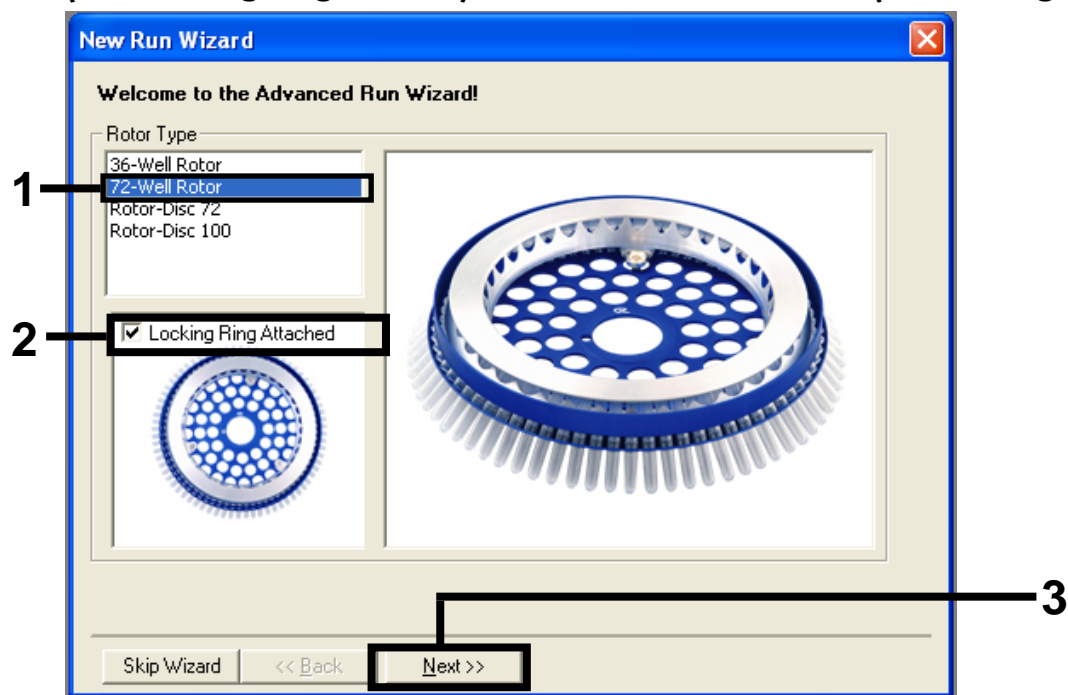

Abbildung 1. Dialogfeld „New Run Wizard“ (Assistent für neue Läufe)
4. **Wählen Sie 72-Well Rotor (72-Kavitäten-Rotor) als Rotortyp aus. Vergewissern Sie sich, dass der Schließring angebracht ist und aktivieren Sie das Kontrollkästchen „Locking Ring Attached“ (Schließring angebracht). Klicken Sie auf „Next“ (Abbildung 1).**